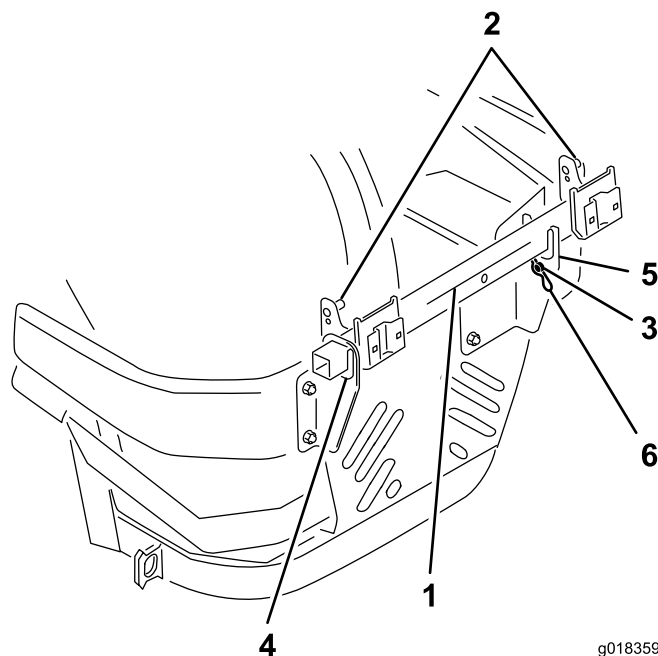

Figura 11
1. Allineate il telaio di supporto della tramoggia in modo che i 2 perni di chiusura del cofano sulla parte superiore del telaio siano rivolti verso destra e il perno di montaggio sulla parte posteriore del telaio sia rivolto verso sinistra, come illustrato in Figura 11.
2. Inserite il telaio di supporto della tramoggia nell'apertura quadrata della staffa sinistra di supporto del telaio (Figura 11).
3. Allineate il perno di montaggio a destra della staffa destra di supporto del telaio (Figura 11).
4. Abbassate il telaio tra le linguette a U della staffa destra (Figura 11).
5. Fate scorrere il telaio di supporto della tramoggia a sinistra fino a quando il perno di montaggio non passa attraverso il foro nella staffa destra di supporto del telaio (Figura 11).
6. Montate la coppiglia attraverso il foro del perno di montaggio per fissare il telaio alla staffa (Figura 11).